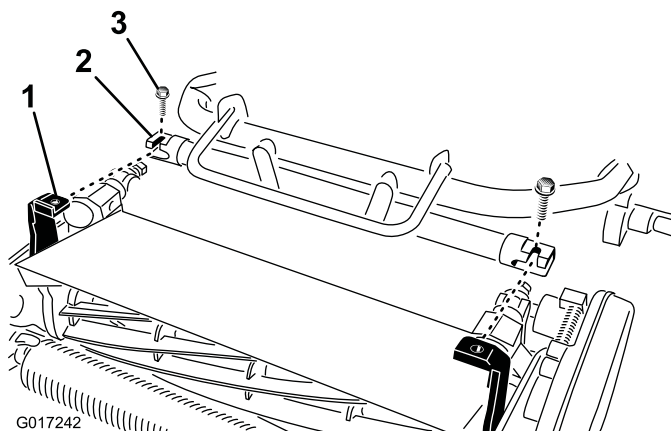

Figure 5
4. Manœuvrez le cadre du groupe de déplacement (Figure 5) en avant jusqu'à ce qu'il s'engage avec les bras pivotants du plateau de coupe.
5. Fixez le cadre du groupe de déplacement aux bras pivotants du plateau de coupe avec 2 boulons (3/8 x 3/4 po), comme montré à la Figure 5